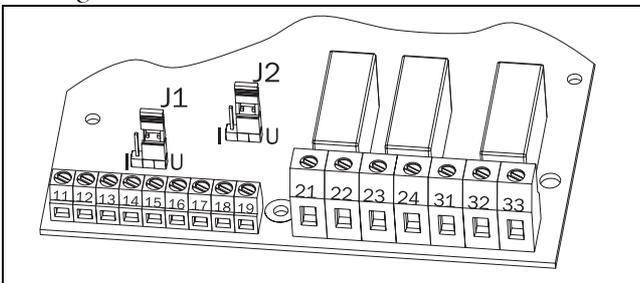

Abb. 38 Einstellung des Analogeingangs auf Spannungs- oder Stromsignale.
2. Setzen Sie auf der Steuerplatine die Brücke J1 in die Position Spannungs- oder Stromsignal (U bzw. I). Siehe auch Abb. 38 und Abb. 24, Seite 28. Werkseitig ist die Brücke auf Spannungssignale (U) eingestellt.